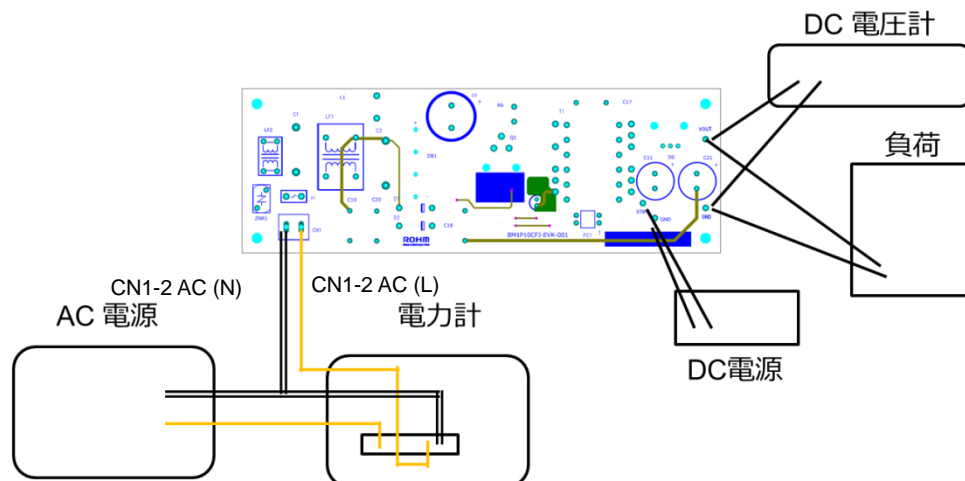

Figure 3. 接続図
- (1) 各電源を OFF とし、Figure 3 参考に測定器を接続してください。
- (2) 電源を 90 Vac ~ 264 Vac の範囲で設定し、電源を ON してください。
- (3) 負荷が電子負荷の場合、0 ~ 2 A の間に設定し、ON してください。
- (4) 出力の DC 電圧計は直接出力に接続し、電圧を確認してください。
- (5) DC 電源 を STBY、GND の端子に接続し、+5 V を印加します。出力電圧は 24 V となります。